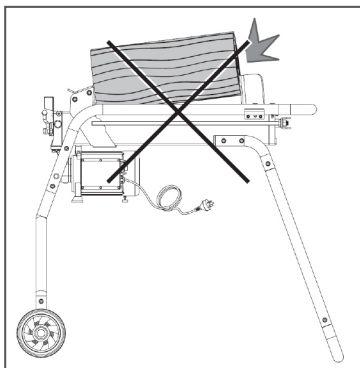

Рис. 9 Неправильное положение бревна при расколе
6. Не допускайте во время раскола поворота бревна. Следите за тем, чтобы раскол бревна производился всей площадью лезвия клина (Рис. 9).